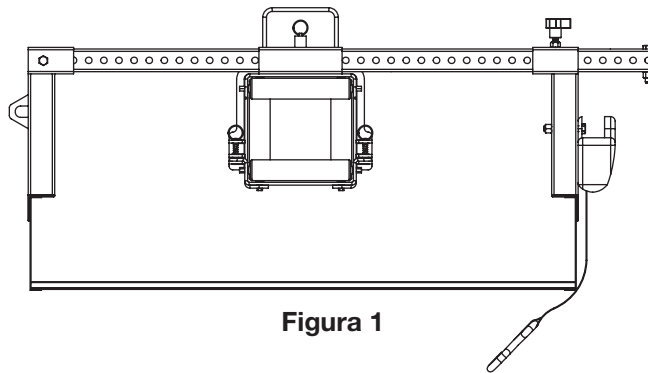

Figura 1
- Instale el conjunto en la bandeja de cables donde se desee, según se muestra en la Figura 1.